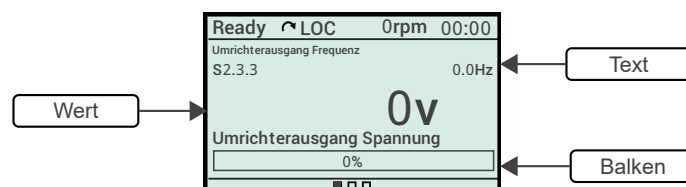

Abbildung 8.12: Zeilenansicht
- **Zeile:** Es ist möglich, eine Lesevariable im Format **Text, Wert oder Balken** anzuzeigen. Abbildung 8.12 auf Seite 8-5 präsentiert ein Beispiel mit den 3 Formaten.